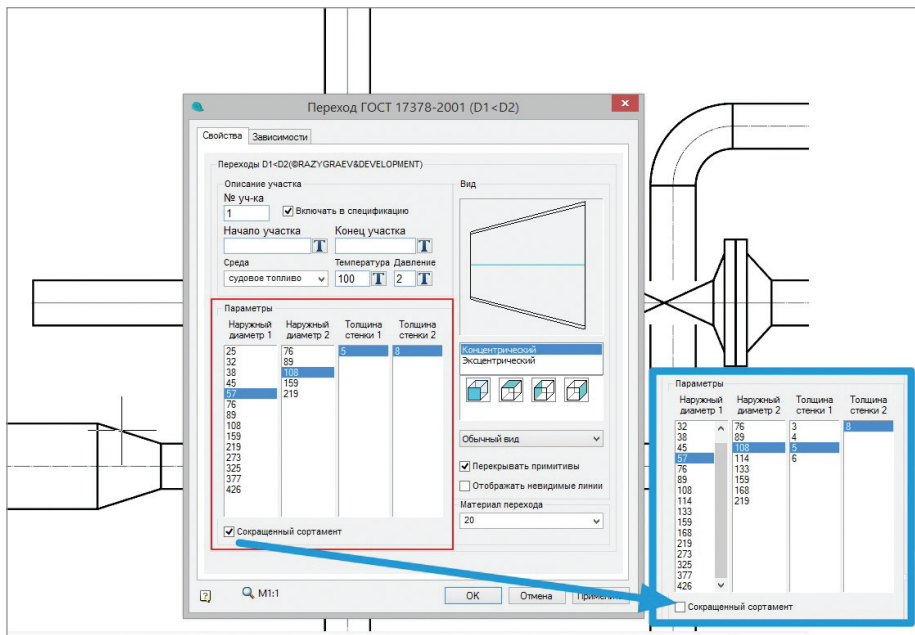

Рис. 6
- гибко настраиваемые пользовательские формы. Характеристики объектов могут выбираться из выпадающих списков или таблиц данных (рис. 6). Риск ввести неверные значение или параметр сведен к минимуму;